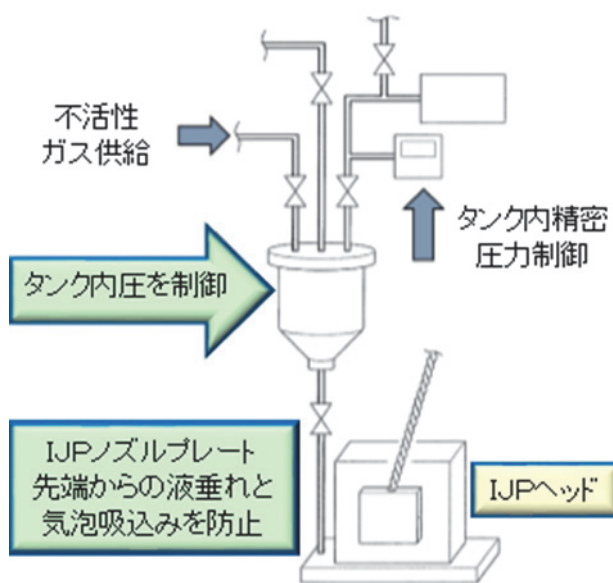

図8 液晶剤タンク内圧制御
(1) 塗布の安定化に重要となる極微量・高精度・滴下技術として、液晶剤のタンク内圧を精密制御できる塗布ヘッドを開発した(図8)。